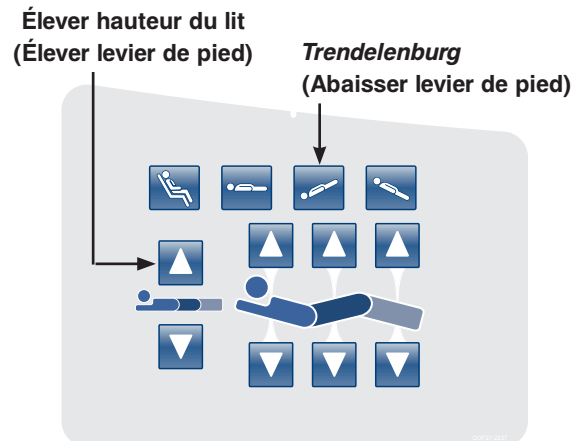

Figure 10 : Panneau de contrôle de côté de lit de tête - (Côté droit illustré)
8. Élevez le lit à une hauteur de 50.8 cm (20") depuis le dessus de la section de siège jusqu'au sol. Pour ce faire appuyez sur les boutons «Élever hauteur du lit (Élever levier de pied)» et «Trendelenburg (Abaissér levier de pied)» tel qu'illustré dans la Figure 10.